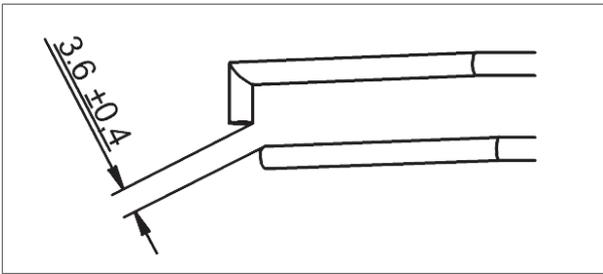

Figure 31 - Écart entre les deux électrodes
- b. L'écart entre les deux électrodes doit être égale à $3,6 (\pm 0,4)$ mm (figure 31).